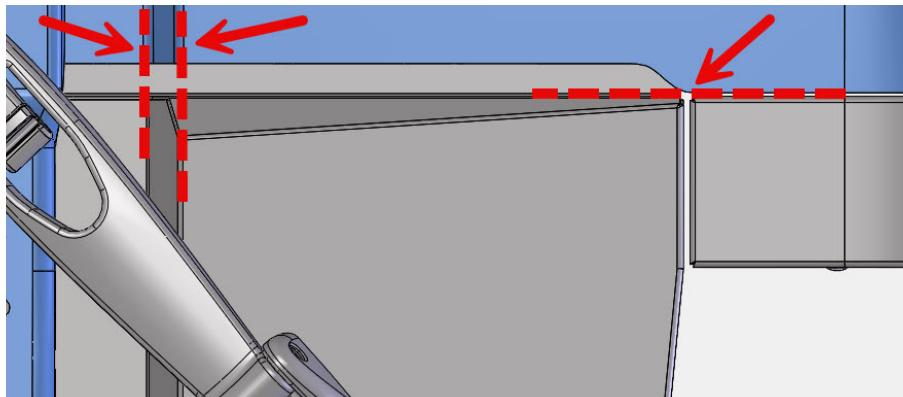

**Figura 8: Instalando el Pestillo del Capó (Lado del Piloto mostrado)**
- d. Asegúrese que los dos agujeros en la cara principal del PEC están bien alineados con los agujeros en el soporte de pestillo del capó, luego instale el pestillo del capó usando los tornillos OEM y las tuercas M8 con bridas. El pin localizador del pestillo del capó va adentro del agujero Redondo y el tornillo va a través de la ranura, como se muestra en la Figura 8.